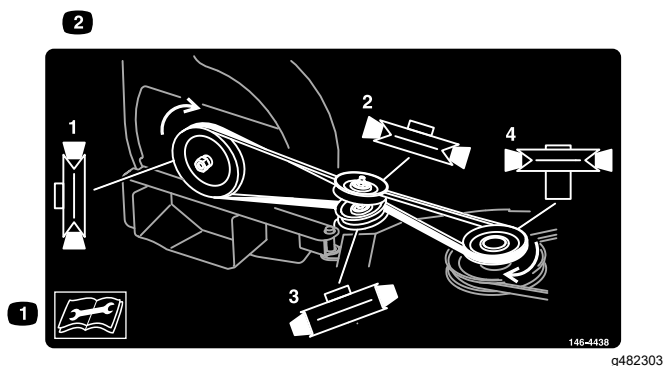
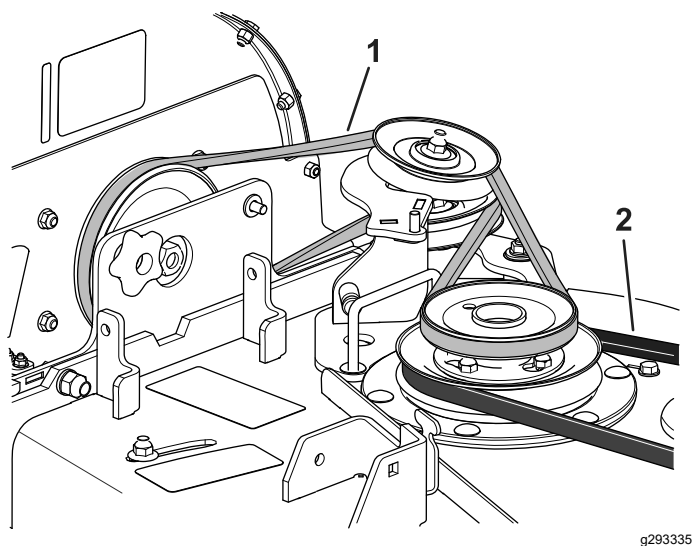

Bild 5
Bild 6
3. Verlegen Sie den Riemen um die Riemenscheiben und Spannscheiben, wie in Bild 6 und Bild 5 dargestellt.